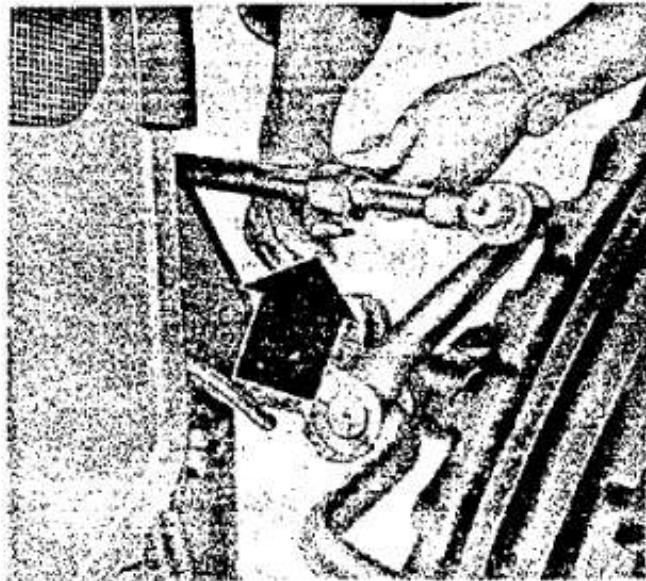

Fig. 17.—Aflojando mordaza barra transversal.
- Levante mediante un gato el eje delantero del tractor, y afloje la tuerca de la mordaza de la barra transversal de dirección (fig. 17), sacando el tornillo.